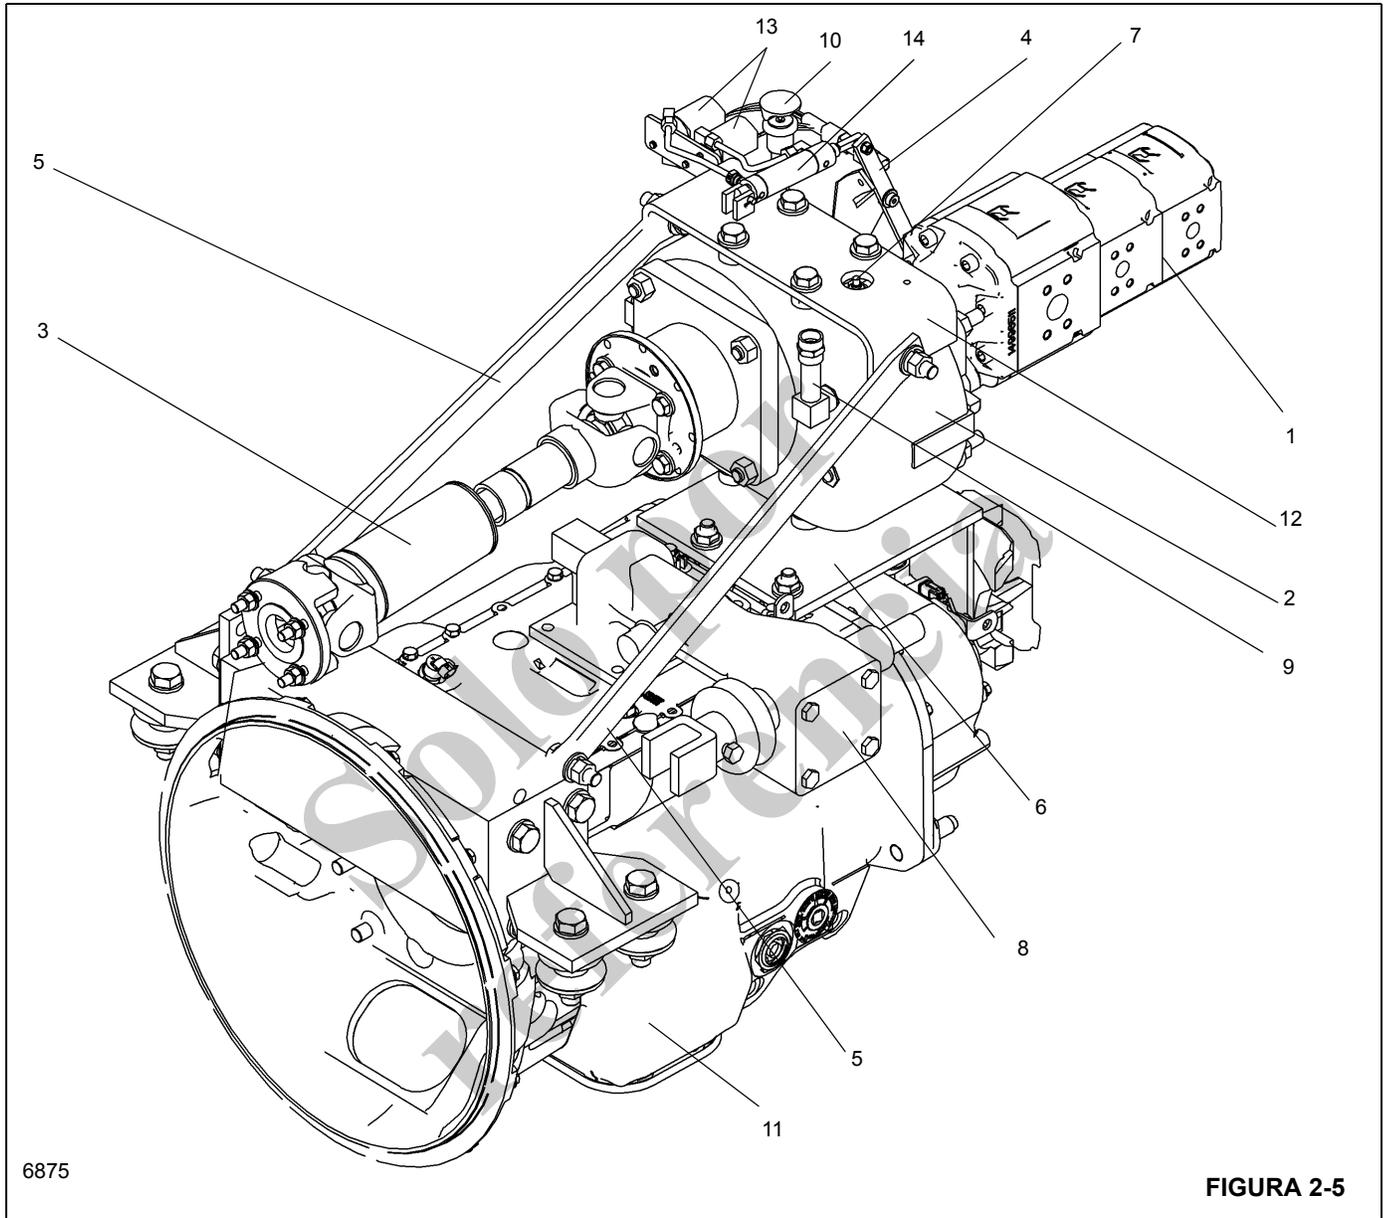

FIGURA 2-5
El mando de la bomba hidráulica (Figura 2-5) se monta encima de la transmisión. El motor diesel impulsa el mando de la bomba por medio de un eje impulsor que se monta entre el mando de bombas y la TDF del motor diesel. El mando de bombas se usa para transmitir la potencia del motor a las bombas hidráulicas. El mando de bombas incor-
3. Instale los componentes neumáticos de cambios en el mando de la bomba. Consulte Figura 2-5. Para los solenoides, aplique pasta selladora de roscas de resistencia mediana (especificación 6829012418, Loctite 243) a las roscas de los tornillos que aseguran los solenoides en su escuadra de montaje. Verifique que el cilindro de aire esté bien asegurado al mando de la bomba con un pasador de horquilla y un pasador hendido. Verifique que la palanca de desconexión esté conectada a la rótula (superior) conectada del cilindro neumático, a la escuadra y a la rótula (inferior) cerca del lado inferior de la bomba; verifique que haya suficientes arandelas planas de 3/8 pulg en la conexión de pivote de la escuadra para minimizar el juego axial y verifique que cada una de las rótulas se mueva libremente. Ajuste las tuercas de las rótulas según se necesite.